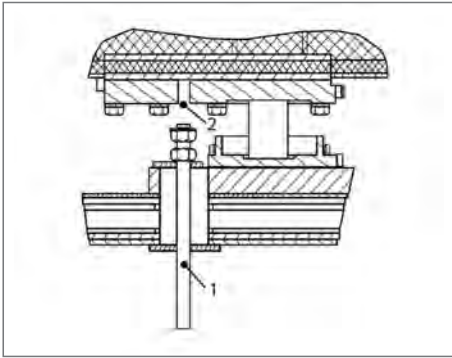

Abbildung 79
3. Schrauben Sie die Gewindestange (Abb. 79 | 1) aus der Gewindebohrung am Palletank® (Abb. 79 | 2) heraus.
5. Schrauben Sie die Gewindestange (Abb. 79 | 1) ab und nehmen Sie sie von unten heraus.